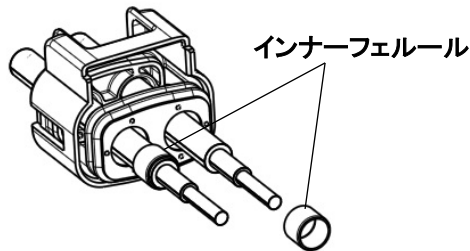

Fig.12
- 5.4. インナーフェルール 1587828-[]を両ワイヤー上、シース外側(Fig.12 参照)に挿入します。